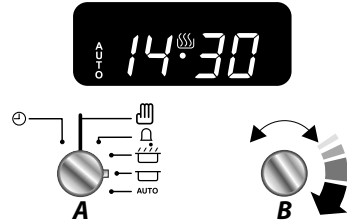

Abb.3.7
3. Richten Sie den **Timer-Knopf (A)** auf **Auto (H)**. Das Display zeigt nun die aktuelle Uhrzeit, das Kochsymbol und die „AUTO“-Anzeige an (Abb.3.7).